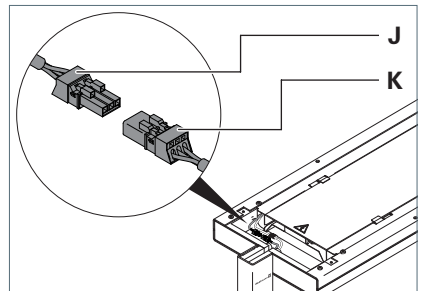

Fig. 5: Leuchtenkopf anschließen, Teil 2.
- Verbinden Sie die Buchse **J** mit dem Stecker **K** am Leuchtenkopf, siehe Fig. 5.